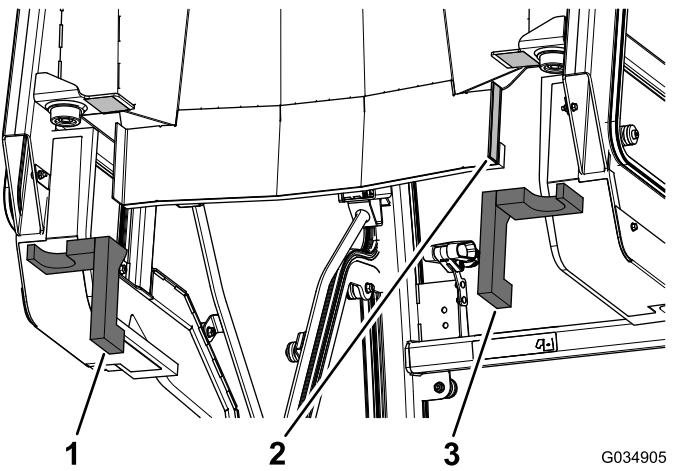

Figura 16
- Rimuovete il supporto di carta dal nastro biadesivo sulla parte posteriore della cabina (Figura 16).
- Applicate le guarnizioni in schiuma sintetica posteriore sinistra e destra sulla cabina (Figura 16).